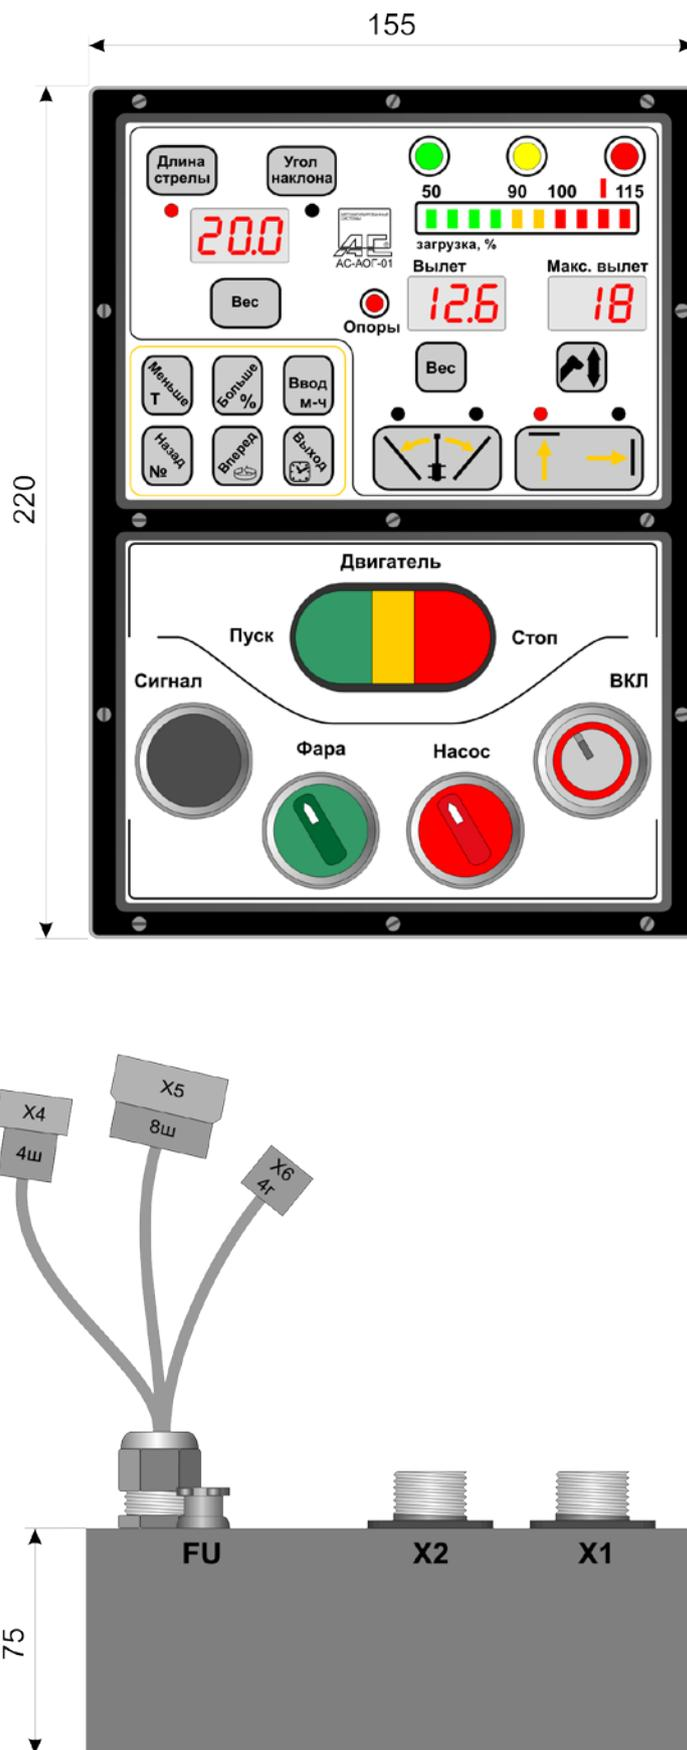

Рис.2
- 1) блок АОГ, включающий "Регистратор параметров" 1 шт, рис.2;
Подсоединение АОГ к электрооборудованию подъёмника должно быть произведено в соответствии со схемой подключения рис.3, посредством разъемов X4, X5 (X6-если установлены сенсоры на ручках управления, Приложение 7) расположенным на задней стенке блока АОГ (рис.2).
6.3.3. К блоку питания относятся 2 плавких предохранителя FU1 и FU, расположенных в блоке АОГ, рис.2. Самовосстанавливающийся предохранитель FU1 (1А) размещен внутри блока и предназначен для защиты внутренних электронных цепей блока АОГ, а плавкий предохранитель FU (5А), размещен на задней стенке блока АОГ и предназначен для защиты цепей управляющих реле от короткого замыкания. Питание реле осуществляется независимо от внутренних электронных цепей блока АОГ.
6.4. Блок АОГ Комби включает в себя модуль индикации и управления, вычислительный модуль, модуль ввода цифровых и аналоговых сигналов, модуль АЦП, модули "Регистратора параметров", блока питания и реле, а также блок коммутации внешних устройств (отсек управления), рис.2.